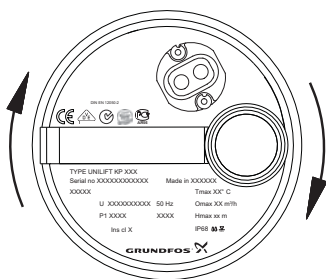

Fig. 9 Sentido de rotação
3. Observe o movimento da bomba quando arranca. Se a bomba rodar ligeiramente no sentido dos ponteiros do relógio (consulte a fig. 9), o sentido de rotação do motor está correcto. Caso rode no sentido oposto, efectue a troca entre as duas fases na fonte de alimentação.